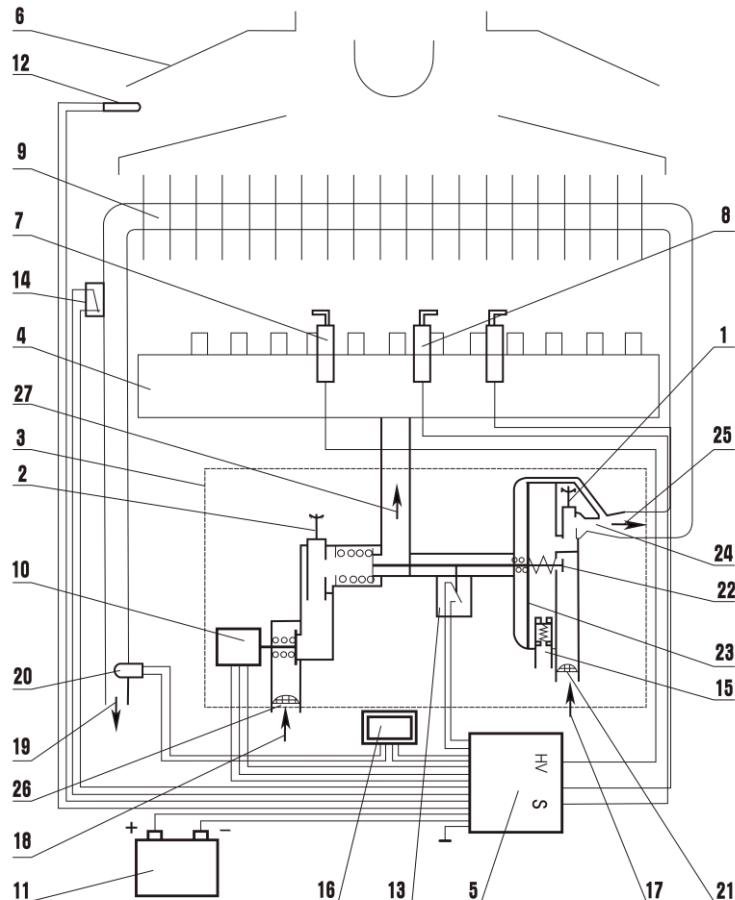

Рис. 4.3 –Функциональная схема водонагревателя
4.3 Функциональная схема водонагревателя показана на рис.4.3